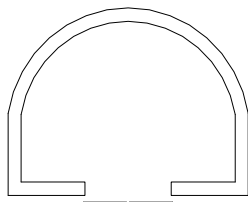

图 8-17 打开素材
① 按 Ctrl+O 组合键，打开配套光盘提供的“第 8 章/8.3.5 直径标注.dwg”素材文件，结果如图 8-17 所示。
② 单击“尺寸标注”→“直径标注”命令，命令行提示如下：